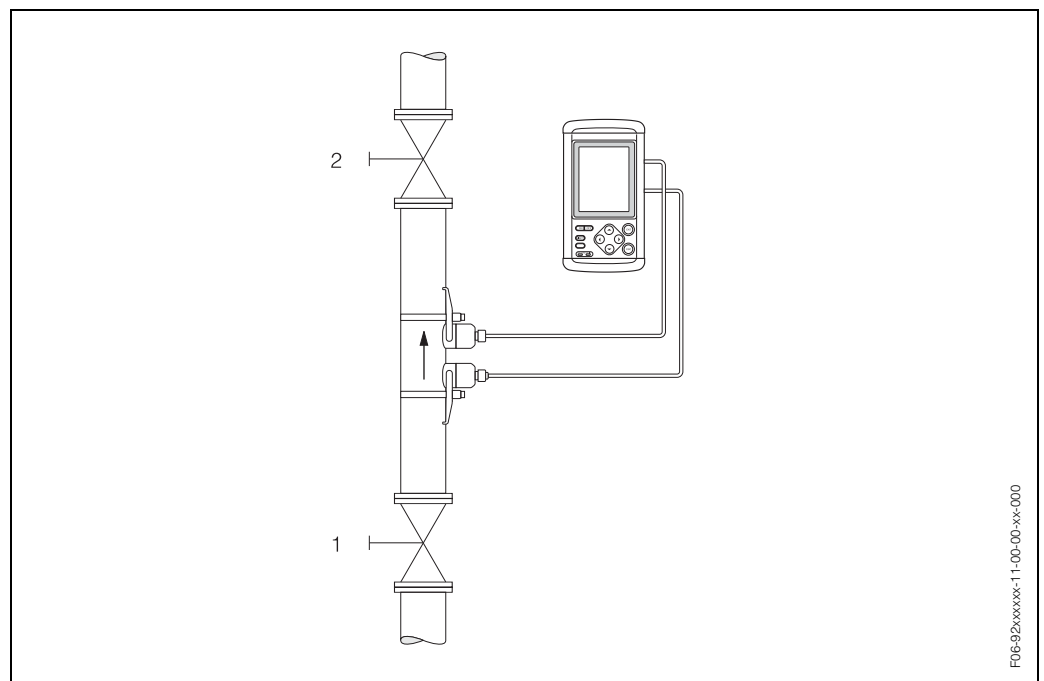

Fig. 34: Taratura del punto di zero e valvole di arresto
- L'impostazione dello zero va eseguita con il tubo completamente pieno e con portata pari a zero ( $v = 0$  m/s). Questa condizione ad esempio può essere ottenuta installando delle valvole di intercettazione a monte e/o a valle del campo di misura oppure utilizzando le valvole e saracinesche esistenti (Fig. 34).